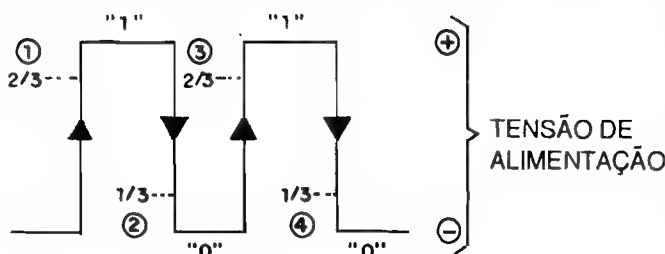
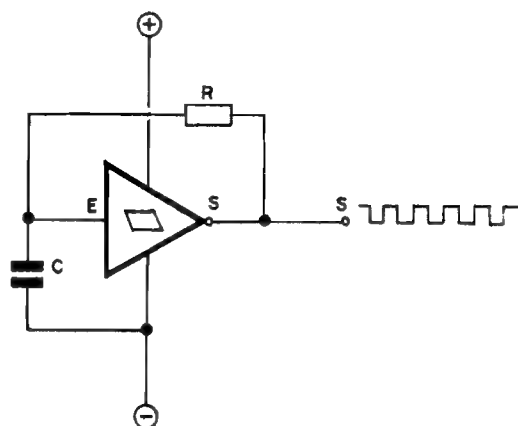

Fig.4
Fig.7
- FIG. 4 - DETALHANDO OS LIMITES DE TRANSIÇÃO, NAS ENTRADAS SCHMITT TRIGGER
- FIG. 7 - UM ASTÁVEL COM GATE SCHMITT TRIGGER - Os **gates** S.T. Também simplificam **muito** a elaboração circuitual de blocos **ASTÁVEIS** (osciladores, "geradores de clock"...), normalmente "economizando" um **gate** (relembrem a estrutura básica do **ASTÁVEL** com **gates** C.MOS, na fig. 4 da "Aula" nº 22 - APE 57). Conforme mostra o diagrama da fig. 7, a estrutura básica de um **ASTÁVEL** com **gate** S.T. requer (além do único **gate**, desde um simples inversor...) apenas a presença obrigatória de um Resistor (R) e um Capacitor (C), componentes determinadores da própria Frequência de oscilação... Analisemos, rapidamente, o funcionamento do **ASTÁVEL** nessa configuração: ao ser **inicialmente** liga-